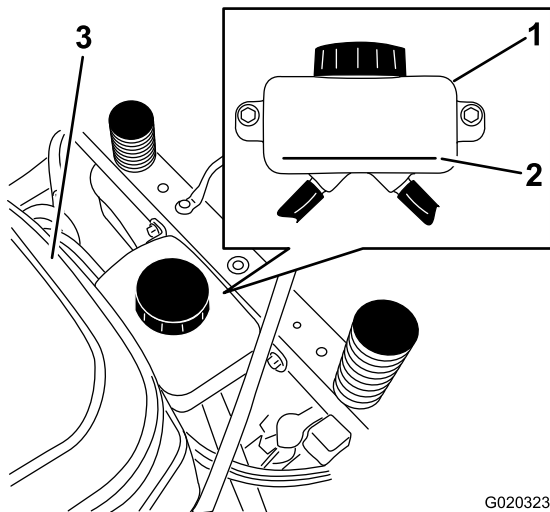
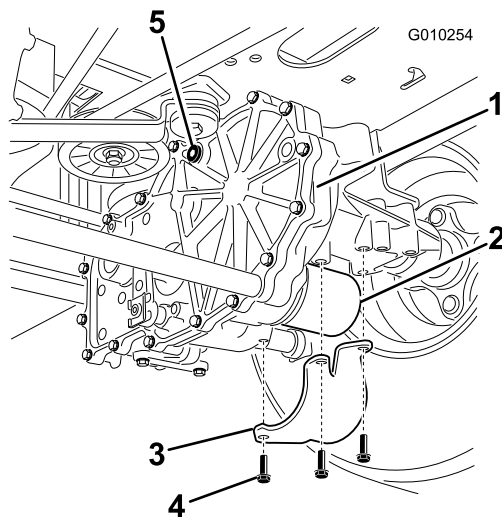

Figure 46
Figure 47
3. Localisez le filtre et les protections sur chaque transmission de la boîte-pont (Figure 47).
4. Retirez les trois vis qui fixent la protection du filtre et déposez la protection (Figure 47).
- A. Vérifiez que les bouchons d'aération et le bouchon du réservoir sont retirés avant d'ajouter l'huile (Figure 46 et Figure 47).
- B. Versez lentement l'huile spécifiée dans le vase d'expansion jusqu'à ce qu'elle ressorte par l'un des orifices des bouchons d'aération; arrêtez alors de verser (Figure 47).
- C. Remettez ce bouchon d'aération en place (Figure 47).
- D. Versez de l'huile dans le vase d'expansion jusqu'à ce qu'elle atteigne le repère du niveau maximum à froid (FULL COLD) sur le reservoir et remettez le bouchon du vase d'expansion en place (Figure 46).
- E. Remettez ce bouchon d'aération en place (Figure 47).
7. Versez de l'huile dans le vase d'expansion jusqu'à ce qu'elle atteigne le repère du niveau maximum à froid (FULL COLD) sur le reservoir et remettez le bouchon du vase d'expansion en place (Figure 46).
6. Arrêtez le moteur et vérifiez le niveau d'huile dans le vase d'expansion. Faites l'appoint d'huile spécifiée jusqu'à ce que le niveau atteigne le repère maximum à froid (FULL COLD) sur le vase d'expansion (Figure 46).
8. Vérifiez une dernière fois le niveau d'huile dans le vase d'expansion. Au besoin, faites l'appoint d'huile spécifiée jusqu'à ce que le niveau atteigne le repère maximum à froid (FULL COLD) sur le vase d'expansion (Figure 46).